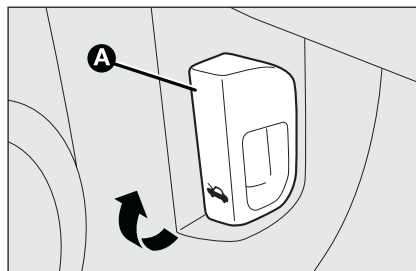

fig. 85
- ☐ tire la palanca **A**-fig. 85 en el sentido indicado por la flecha;